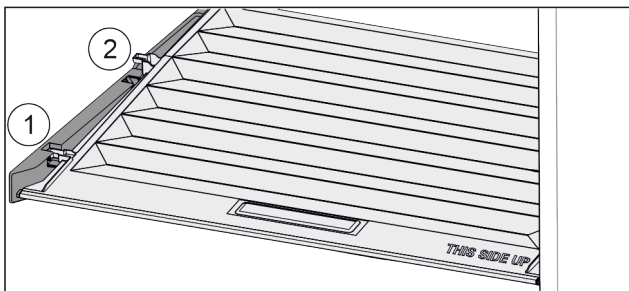

Fig. 152
- ▶ Издърпайте напред Fig. 152 (1) капака до отвора в задържащите части.
- ▶ Повдигнете го отзад отдолу и отстранете Fig. 152 (2) нагоре.